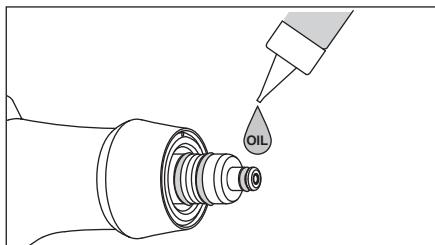

Fig.15
- 1) Seque el anillo "O" del depósito de polvo y acondicioneo bien aplicando una pequeña gotita de aceite con el aceite del goterito accesorio y distribúyalo con el dedo adecuadamente en toda su extensión. (Fig. 15)